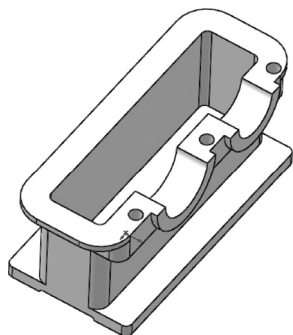

图 9-65 镜像孔特征
**06** 镜像特征。选择菜单栏中的“插入”→“阵列/镜像”→“镜像”命令，或单击“特征”控制面板中的“镜像”按钮，弹出“镜向”属性管理器，选择“基准面 1”为镜像面，选择镜像后的安装孔特征为要镜像的特征。单击“确定”按钮，完成实体镜像特征的创建。隐藏基准面 1，如图 9-65 所示。